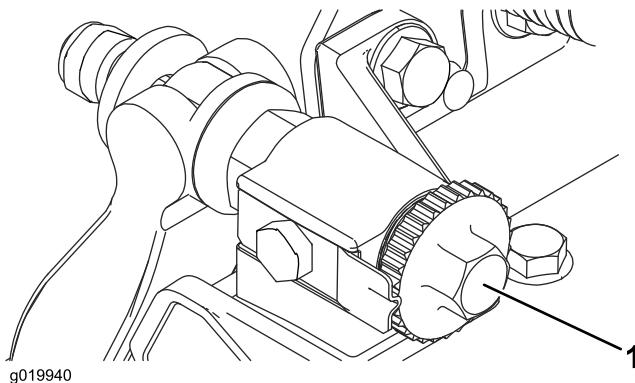

Figure 8
- 1. Placez le plateau de coupe sur une surface de travail plane et horizontale. Tournez les vis de réglage de la barre d'appui dans le sens antihoraire pour vérifier qu'elle ne touche pas le cylindre (Figure 8).